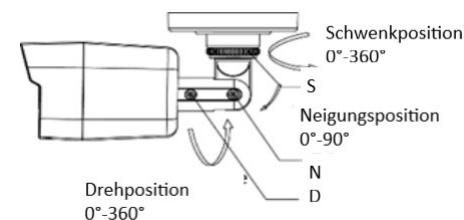

Abbildung 2-3 3-Achsenorientierung
4. Stellen Sie die Kamera gemäß der Abbildung 2-3, um einen optimalen Blickwinkel zu erhalten.